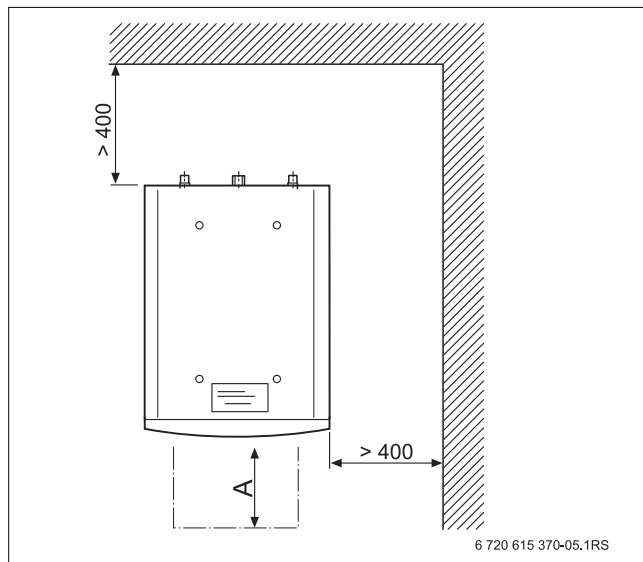

Fig. 5 Distances minimales par rapport aux murs (en mm)
Lors de la mise en place du ballon d'eau chaude sanitaire, les distances minimum doivent être respectées pour le montage et la maintenance (→ fig. 5). Pour ce faire, tenir également compte des distances de montage minimum à respecter pour la chaudière. Un espace dégagé suffisant devant le ballon d'eau chaude sanitaire est nécessaire pour le remplacement de l'anode au magnésium (→ tabl. 5, page 37).
- Respecter les distances minimales par rapport aux murs (→ fig. 5).